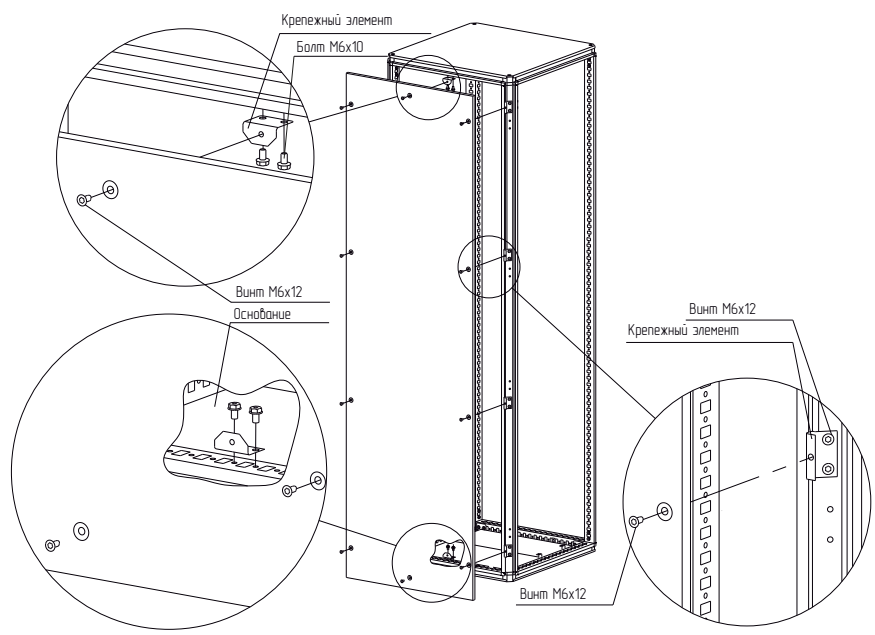

Рисунок 1
4.1.2 Закрепить восемь крепежных элементов на стойках каркаса (рисунок 1). Для крепления использовать самонарезающие винты М6×12. Момент затяжки – 7 Н·м.